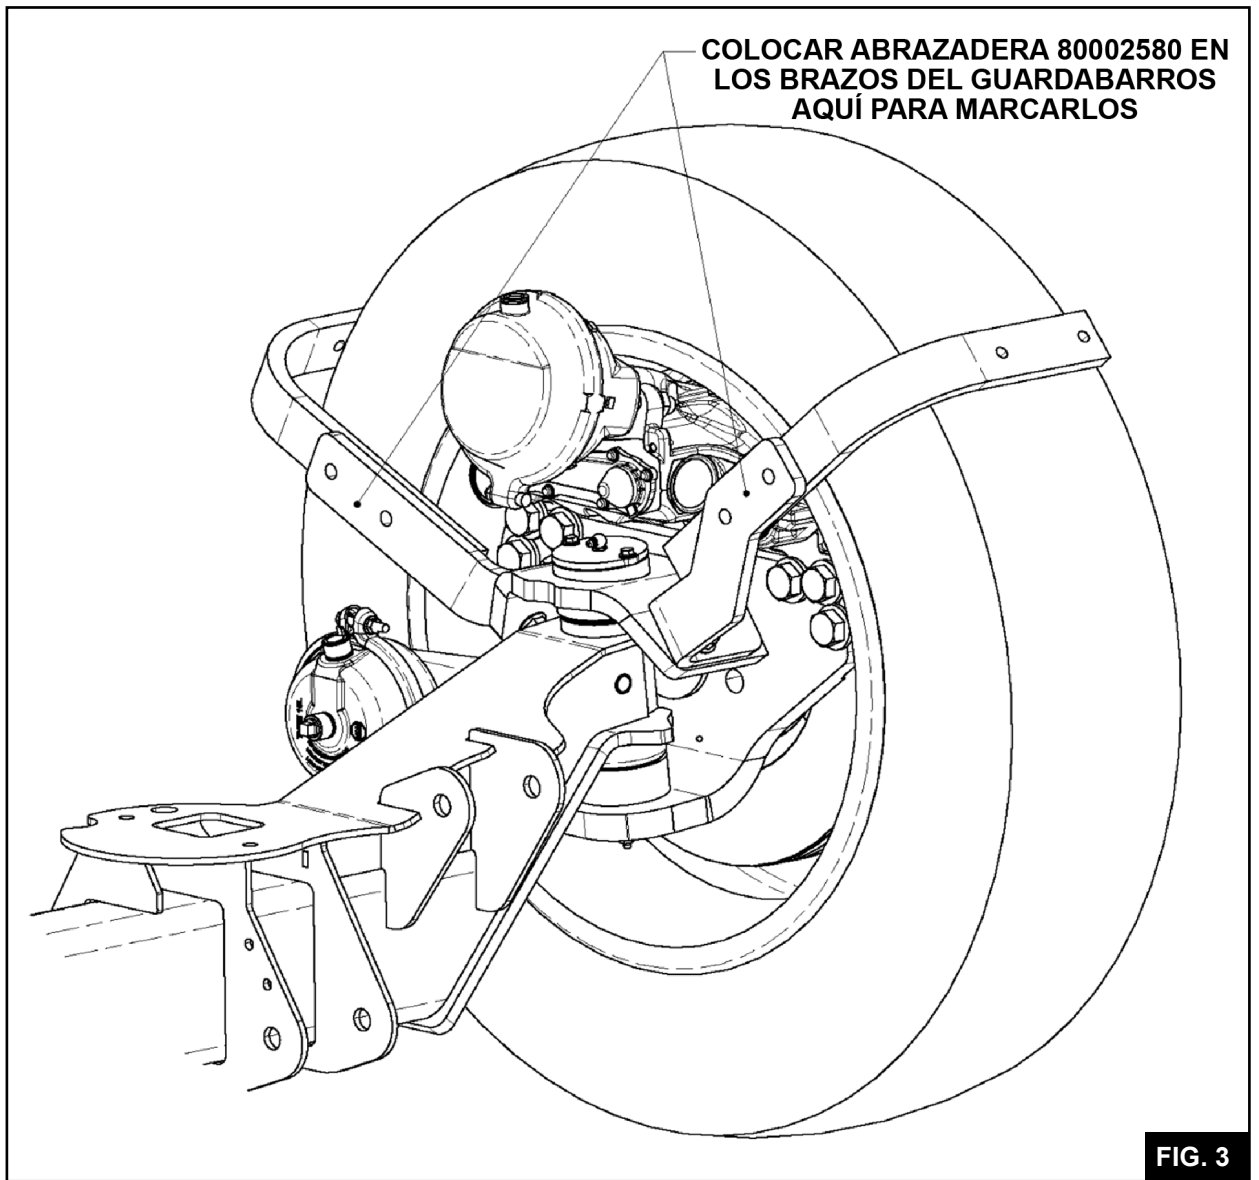

FIG. 3
**3.6** Coloque una abrazadera en los soportes de montaje y los brazos del guardabarros como muestra la **Fig. 3**. Compruebe que hay un espacio de aproximadamente 1-1/2" entre el brazo de aluminio del guardabarros y la banda de rodadura del neumático. (Ver **Fig. 4**)